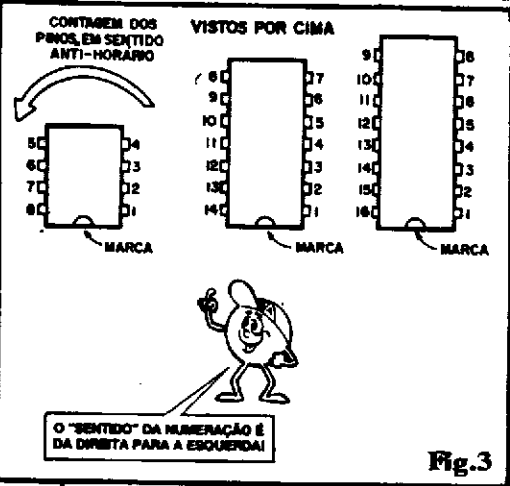

Fig.3
- FIG. 3 - Muito bem... Já descobrimos como identificar, sem erro, o PINO nº 1 de qualquer Integrado com encapsulamento convencional, pinagem DIL... Mas, como deve ser feita a sequência da numeração, e "por onde ela continua", quando chegarmos ao fim da primeira linha de contagem...? A fig. 3 dá os detalhes: novamente mostrando os Integrados DIL com quantidades mais comuns de pinos (8, 14 e 16 "pernas"...),